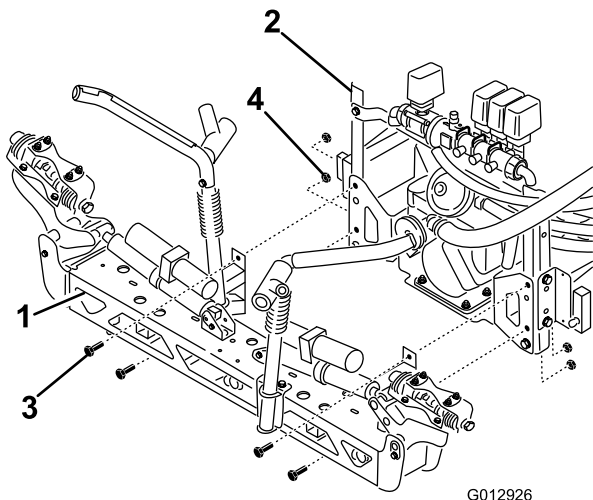

Figura 29
- Monte el conjunto del brazo central en el conjunto del sistema de pulverización en los puntos de montaje del bastidor de los brazos, según se muestra en Figura 29, con 4 pernos (1/2 x 1-1/4 pulgadas) y cuatro contratuerca (1/2 pulgada).